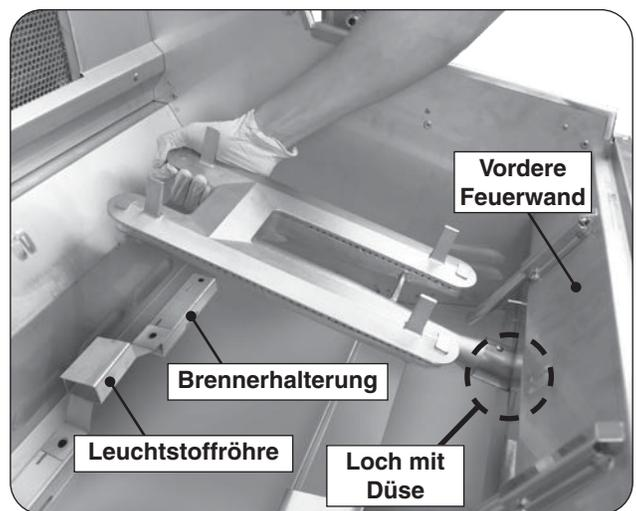

Abb. 32-2 Brenner ausbauen
3. Heben Sie den Brenner vorsichtig aus der Brennerhalterung und aus dem Loch in der vorderen Spritzwand. Siehe Abb. 32-2.